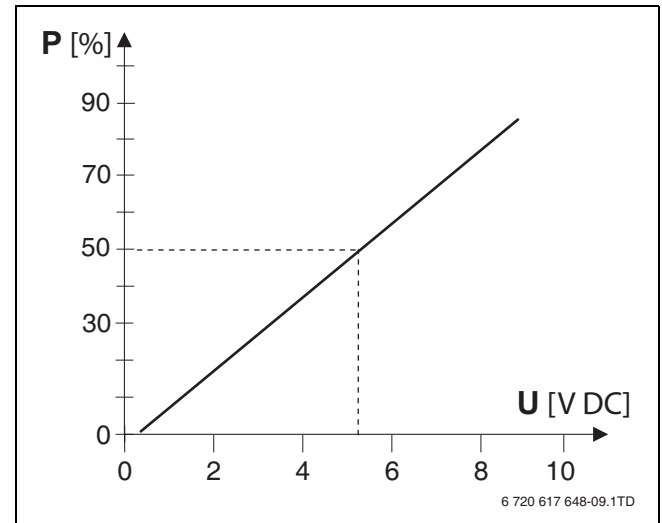

Fig. 4 Rapport entre la tension d'entrée et la puissance calorifique
► Réglez le cavalier à la bonne position (→ fig. 4).